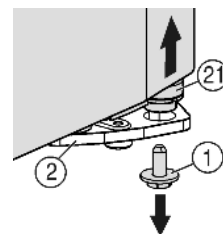
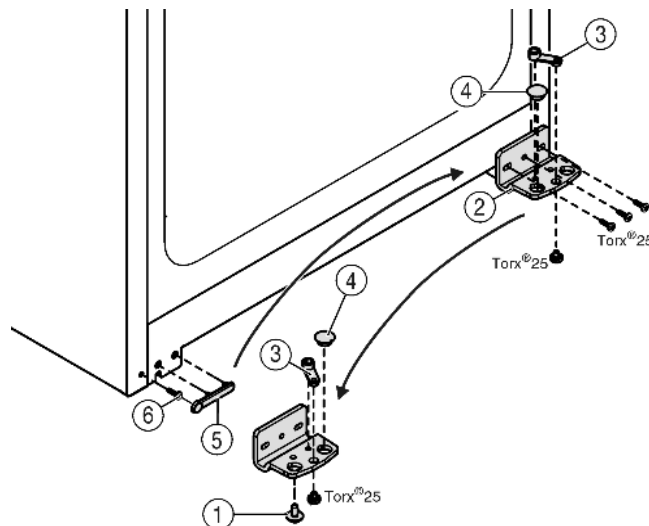

Fig. 4
Fig. 5
▶ Na dole po prawej stronie odkręcić śrubę zabezpieczającą Fig. 4 (1) z płytki zawiasu.
▷ Trzpień zawiasu Fig. 4 (21) luzuje się w płytce zawiasu Fig. 5 (2).
▶ Jeśli trzpień zawiasu Fig. 4 (21) nie poluzuje się, należy wycisnąć go od dołu.
▶ Odkręcić płytkę zawiasu Fig. 5 (2).
▶ Odkręcić element zawiasu Fig. 5 (3), przełożyć do przeciwległego otworu zawiasu i tam dokręcić.
▶ Zatycki Fig. 5 (4) wyjąć z płytki zawiasu i przełożyć do przeciwległego otworu zawiasu.
▶ Ostrożnie podnieść osłonę Fig. 5 (5) od strony uchwytu.
▶ Wykręcić śrubę Fig. 5 (6) i ponownie wkręcić po przeciwnej stronie.
▶ Ponownie założyć osłonę Fig. 5 (5).
▶ Przykręcić mocno płytkę zawiasu Fig. 5 (2) na nowej stronie (z siłą 4 Nm), w razie potrzeby za pomocą wkrętarki akumulatorowej.
- ▶ Śrubę zabezpieczającą Fig. 4 (1) wkręcić w trzpień zawiasu i mocno dokręcić (z siłą 4 Nm).